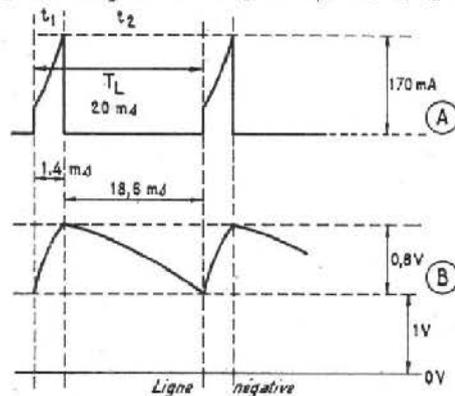

FIG. 8
Pendant la période t_1 , le transistor est conducteur. En (A) figure 8, on montre le courant collecteur fourni par C_{10} et C_{11} qui se décharge en partie. Pendant la période t_2 le transistor ne fournit plus de courant et C_{10} et C_{11} se rechargent à travers R_{16} .
La tension en dents de scie (fig. 8 b) est donc engendrée par la charge et la décharge des capacités C_{10} et C_{11} . Cette tension est prélevée sur le diviseur de tension capacitif C_{10} - C_{11} au point commun de C_{11} , K_3 et R_{16} .